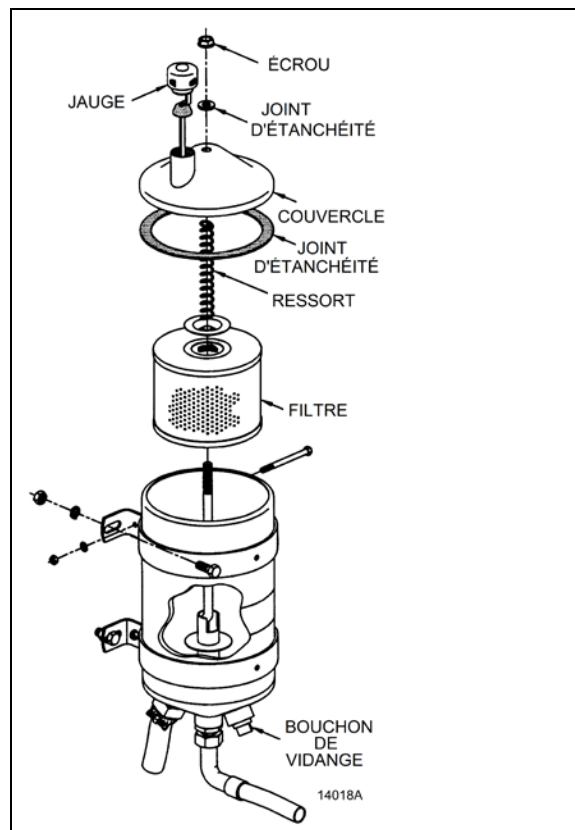

FIGURE 26 : RÉSERVOIR DU LIQUIDE DE DIRECTION ASSISTÉE
3. Introduire la jauge dans le réservoir. L'enlever à nouveau pour vérifier le niveau du liquide (Figure 26).